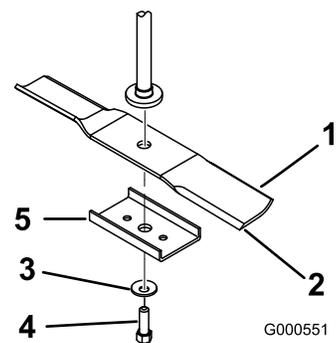

Bild 47
2. Nehmen Sie die Messerschraube, Wellenscheibe, die Messerverstärkung und das Messer von der Spindelwelle ab (Bild 47).
1. Setzen Sie das Messer auf die Spindelwelle (Bild 47).
2. Montieren Sie die Messerverstärkung, die Wellenscheibe (Schalenseite zum Messer) und die Messerschraube (Bild 47).